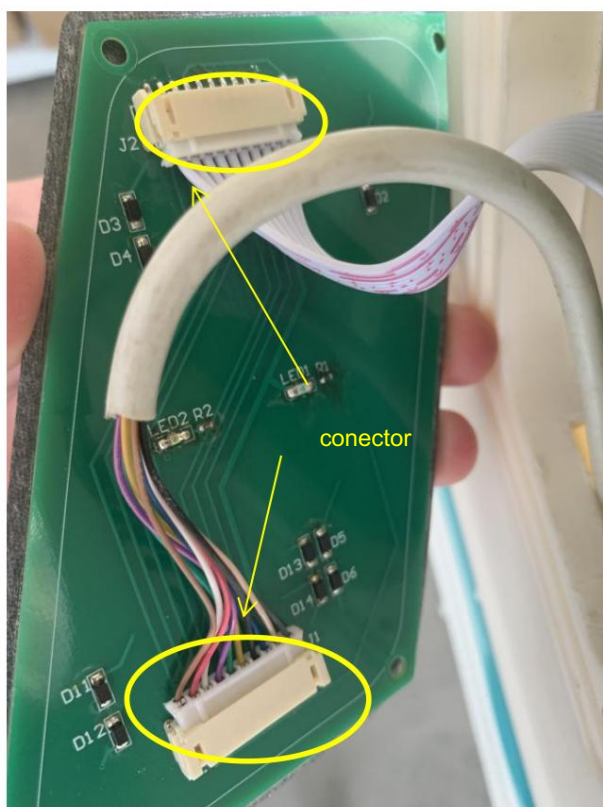

Imagen 1-5
C. Determinación del problema: si el conector de la placa de circuito está suelto, conéctelo firmemente, consulte la imagen 1-5;